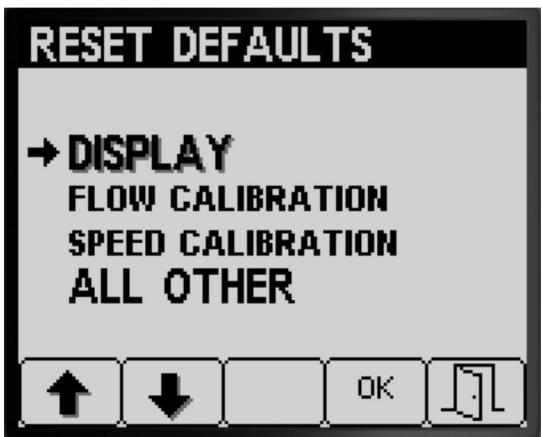

Рисунок 35
4. Нажмите кнопку 4 для сброса настроек для выбранного пункта (Рисунок 35).
5. Повторите действия, описанные в пунктах 3 и 4, для других пунктов, настройки которых вы хотите сбросить на значения по умолчанию (Рисунок 35).
6. Нажмите кнопку 5, чтобы сохранить настройки, выйти с экрана RESET DEFAULTS (Сброс настройки по умолчанию) и возвратиться на экран SETTINGS (Настройки) (Рисунок 35).